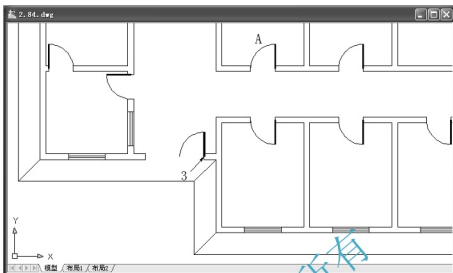

图 2.84 复制门扇
(1) 用【复制】命令将 1000mm 宽的 A 门复制到出入口大门洞口处, 如图 2.84 所示。
(2) 由于出入口处每扇门的宽度为 600mm, 所以需要把刚才复制生成的门扇缩小成 600mm。
① 单击【修改】工具栏上的【比例】图标  或在命令行输入 “Sc” 并按 Enter 键, 启动【比例】命令。
② 在选择对象: 提示下, 选择出入口处的门, 此时该门变虚, 按 Enter 键进入下一步命令。
③ 在指定基点: 提示下, 选择图 2.84 中的 3 点作为缩放的基点。
④ 在指定比例因子或 [复制(C)/参照(R)] <1.0000>: 提示下, 输入 “0.6” (比例=新尺寸/旧尺寸=600/1000=0.6) 后按 Enter 键。
⑤ 按 Enter 键结束命令, 则该门大小由 1000mm 变为 600mm。